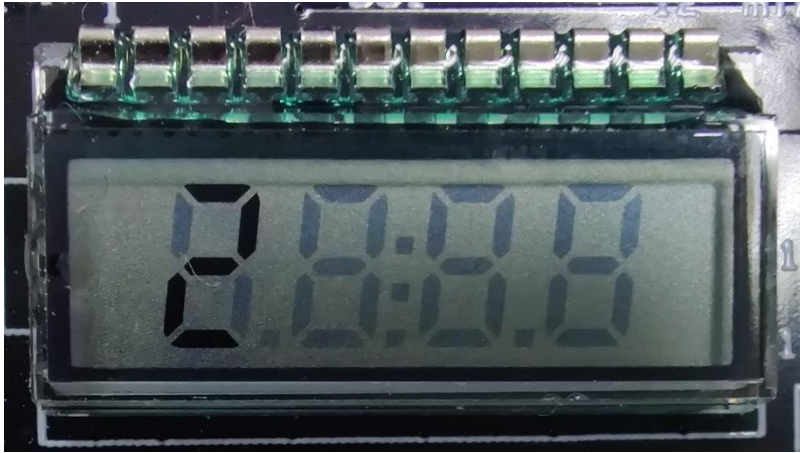

图9. 停止模式
6. 通过在UART终端中输入“0”到“9”来选择目标功耗模式。大多数功耗模式支持使用LPTMR或SW2按钮事件唤醒。在选择所需的唤醒源后，目标功耗模式被激活。图9所示为SLCD显示的当前功耗模式。